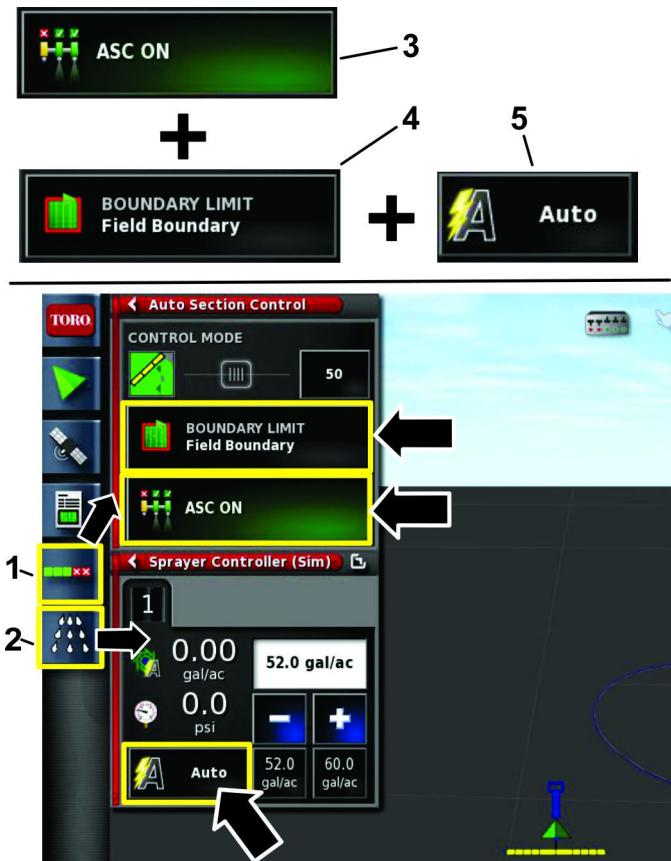

Figura 22
- Selezionate l'icona Configurazione controllo automatico delle sezioni (icona ASC) e l'icona di controllo dell'irroratrice per aprire queste schermate (Figura 22).
- Selezionate l'impostazione On per l'icona ASC, l'impostazione CONFINE DELL'AREA come limite dei confini e l'impostazione AUTO come controllo del volume (Figura 22).